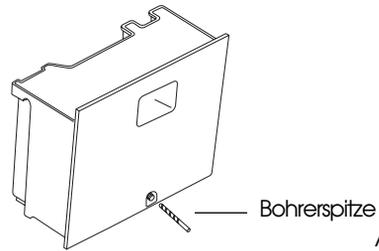

Abb. 2
2. Wie in Abbildung 2 dargestellt, mit einer 5 mm Bohrspitze ein Loch in den unteren Teil des Tanks bohren.